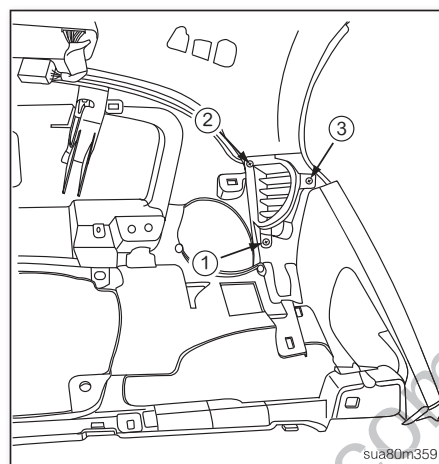

图47
2. 从仪表板总成背后拆下右侧除雾出风口固定螺丝①~③(如图47)。